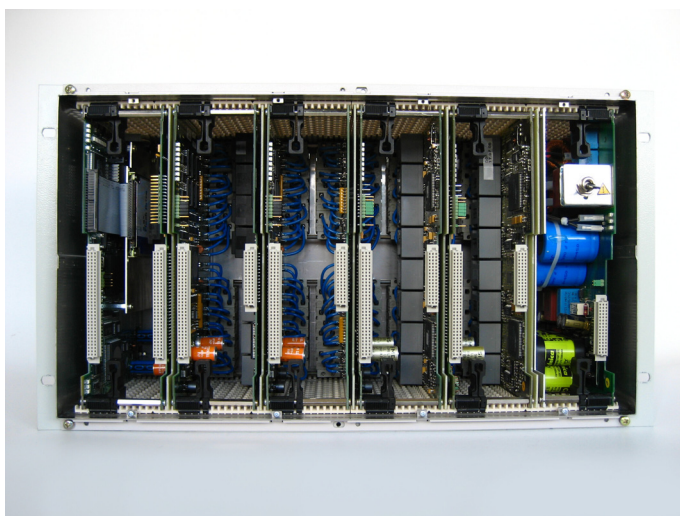

Bild 1-14 Innenansicht ohne Busplatine
- ❑ Ziehen Sie von den Baugruppen die Busplatine ab und legen Sie diese beiseite (siehe Bild 1-14).